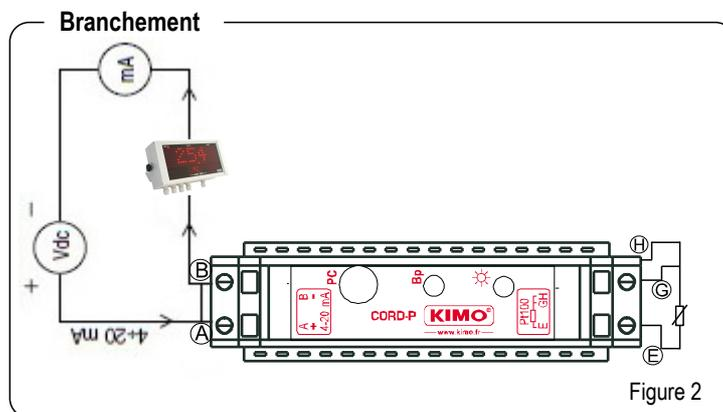

Figure 2
La figure 2 montre le diagramme de branchement du convertisseur dans la boucle de courant. Pour obtenir une meilleure précision, utiliser 3 fils de même section pour faire le branchement à la Pt100 car ceci garantit la même impédance dans chaque branche. Un dispositif peut être introduit dans la boucle de courant comme un afficheur, un contrôleur ou un enregistreur.
- Brancher le convertisseur à configurer à la source d'alimentation à l'ampèremètre et au calibrateur Pt100 (voir figure 2) puis faire un appui long sur la touche de configuration du convertisseur. La led clignote 2 fois durant l'appui. Lorsque le clignotement devient rapide, relâcher le bouton : le mode programmation est activé.